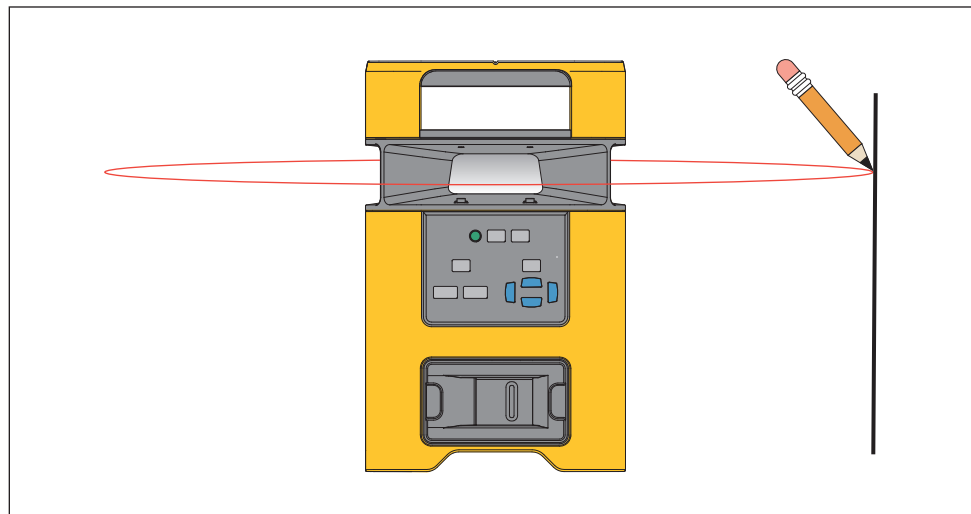

Figura 5. Nuovo contrassegno di livellamento
1. Poggiare il lato inferiore del prodotto su una superficie stabile. Vedere la figura 5.